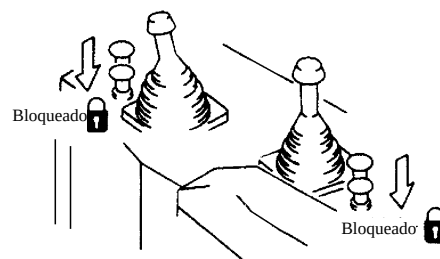

Figura 2-47
- 4) La pala y el escarificador deben estar en el suelo, y la barra de manejo de bloqueo debe encontrarse en la posición cerrada. (figura 2-47)